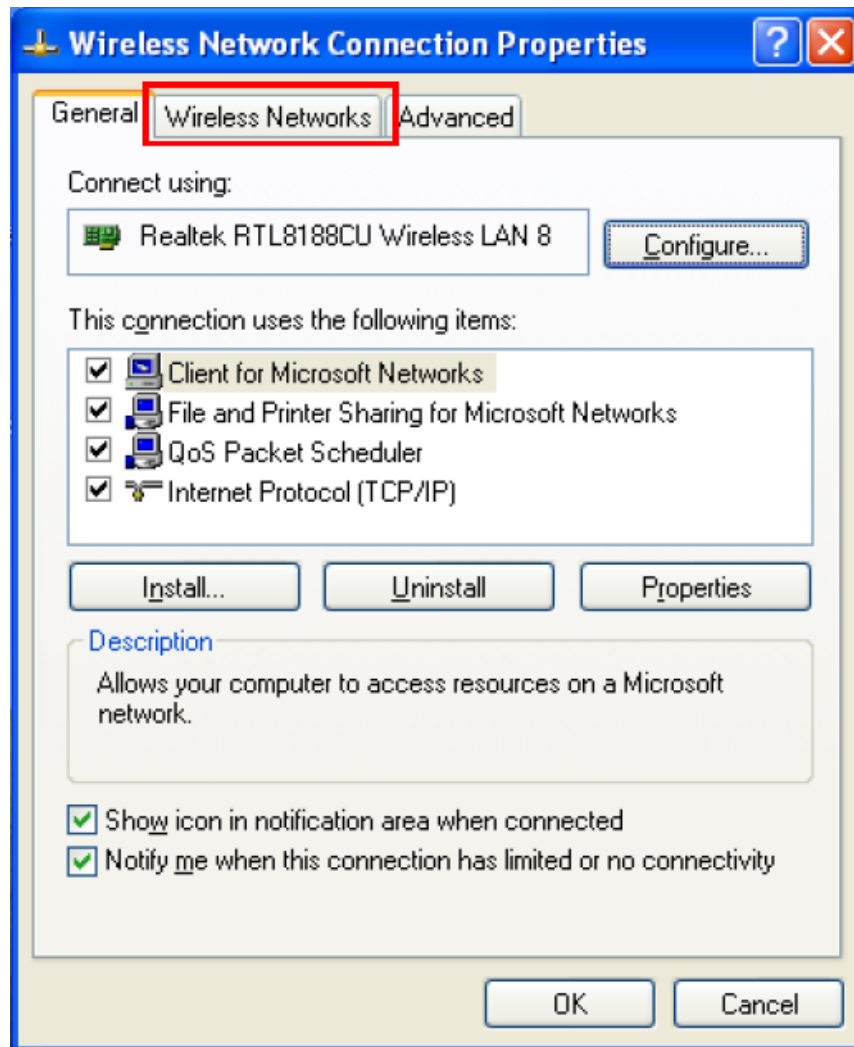

Figura 10
③ Cuando aparezca la caja de diálogo haga click en “Wireless Networks”, en la parte superior de la caja de diálogo (como se muestra en la Figura 10).